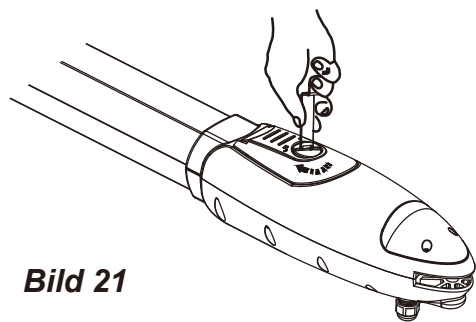

Bild 21
19) Drehen Sie die runde Scheibe auf dem Motor in Richtung "Open" (offen). Siehe Bild 21.